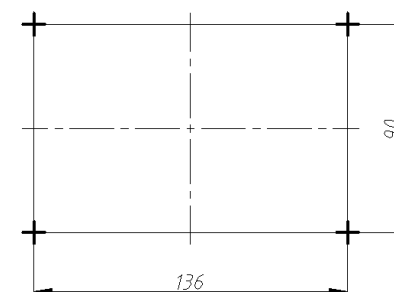

Рисунок 6.1
8.6 На предварительно намеченном месте просверлите четыре отверстия, установите пробки (разметку см. рисунок 6.1). Установите два верхних шурупа, не довернув их на 3...4 мм от поверхности стены. Установите прибор, используя два фигурных отверстия на его основании. Затем, до упора завернув нижние шурупы, закрепите прибор на стене.